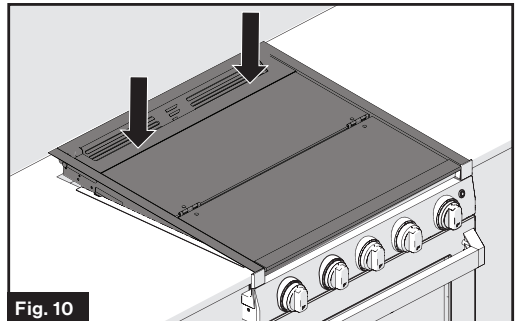
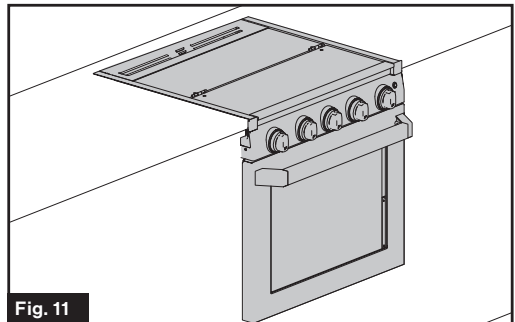

Fig. 10
Fig. 11
2. Presione la parte trasera de la cubierta superior de vidrio hasta que oiga un clic. La tapa superior de cristal ahora queda fija en su lugar. (Fig. 10 y Fig. 11)